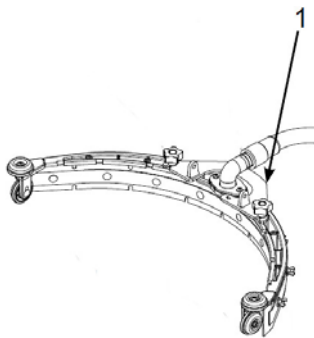

Abb. 47: Saugleiste abnehmen
Schritt 5: Lösen Sie die beiden Schrauben (Pos. 2, Abb.47) und entnehmen Sie die Saugleiste.